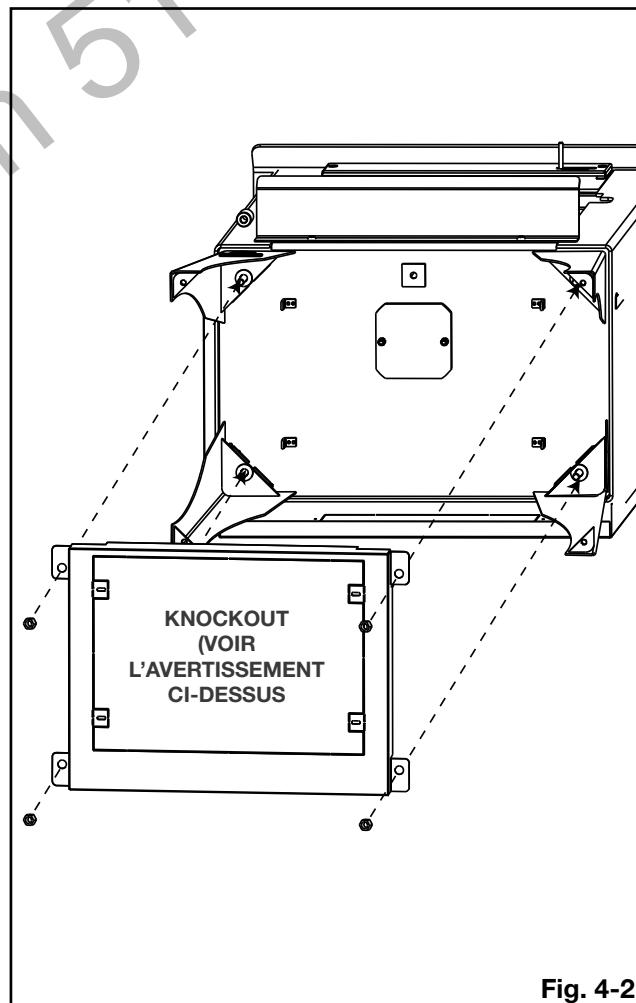

Fig. 4-2
- Faites glisser le bouclier thermique sur les quatres boulons. Enfin, fixez le bouclier thermique en place en utilisant les écrous restant (**Fig. 4-2**).